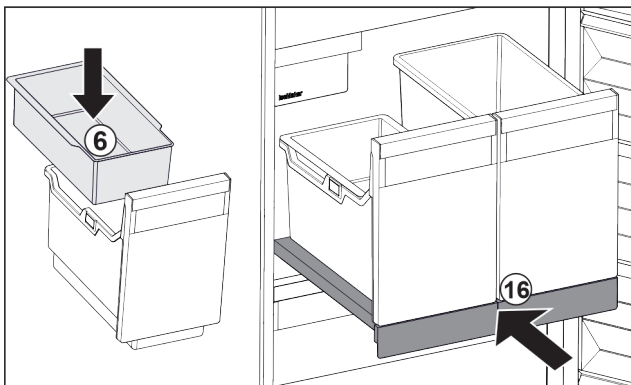

Fig. 96
- ▶ Inhangschaal Fig. 96 (6) voor ijsblokjes aanbrengen.
- ▶ Uitschuifplateau met bak (IceTower) er inschuiven. Fig. 96 (16)